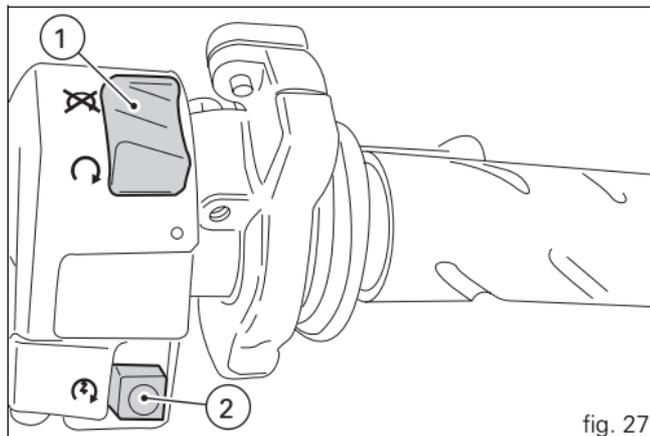

fig. 27
- 3) S'assurer que le commutateur d'arrêt (1, fig. 27) se trouve sur la position  (RUN), puis appuyer sur le bouton de démarrage (2, fig. 27).